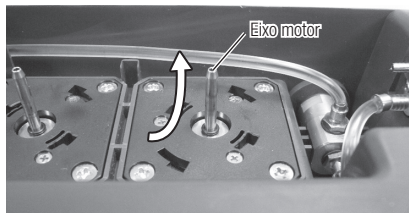

Fig.40
- Limpe a sujidade e a água do Eixo motor de baixo para cima. (Fig. 40)